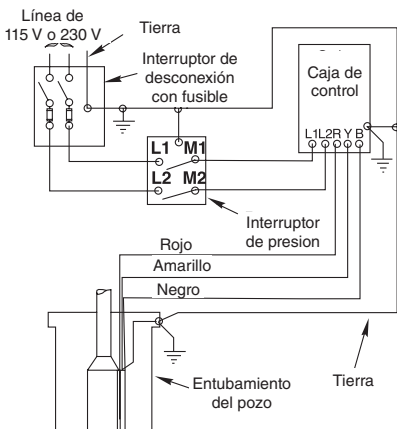

Figura 1 - Motor monofásico, 3 alambres.
Conecte los cables de la caja de control según se ilustra en las Figura 1. Una bomba de tres hilos no funcionará sin una caja de control y se quemará un motor de 3 hilos.
4. Conecte los conductores del motor y el suministro de corriente eléctrica a la caja de control del motor, al interruptor de separación a fusibles, o al arranque magnético (consulte Figura 1). **No encienda la bomba todavía.**